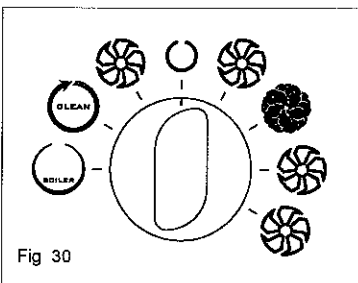

Fig 30
- Em caso de interrupção do ciclo por parte do utilizador, é emitido um sinal acústico da duração de 20 segundos durante os quais o ciclo pode ser recomeçado, voltando a colocar o botão na posição "CLEAN". No fim dos 20 segundos de aviso o ciclo é acabado; voltando a colocar o seletor na posição "OFF" (Fig. 30) obtém-se a descarga da água do boiler